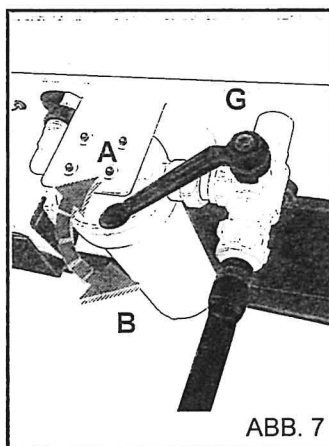

ABB. 7
3) Drehen Sie den Hebel des Hahns „G“ auf Pos. „A“ Abb. 7. Stellen Sie den Hebel bei Versorgung von einem externen Tank auf Pos. „B“.